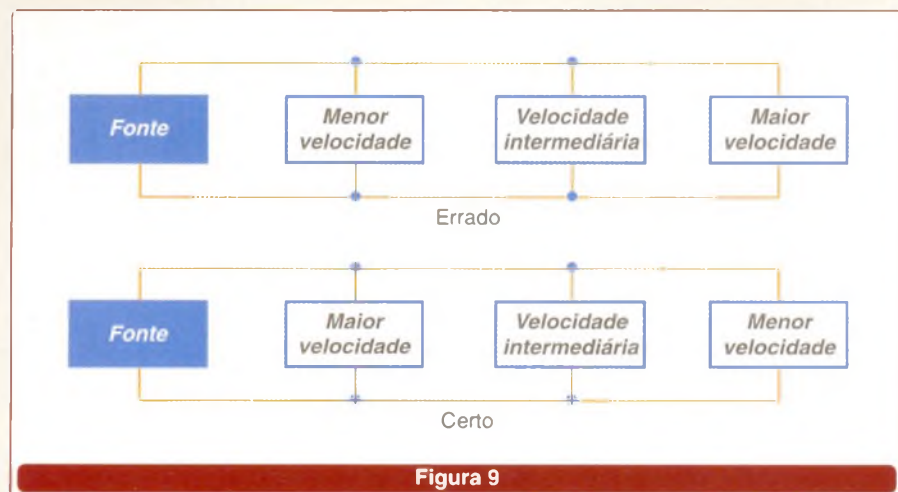

Figura 9
- Os circuitos de maior velocidade de comutação, e que portanto podem gerar mais EMI, devem ser colocados os mais próximos quanto seja possível da fonte de alimentação. Isso faz com que a menor distância até a fonte reduza a possibilidade de geração de ruídos na própria linha de alimentação, veja a **figura 9**.